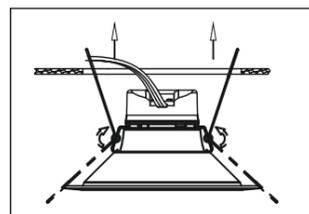

Рис. 4
- 7.5. Поднимите фиксирующие пружины вверх и поместите светильник в соответствующее отверстие в потолке (Рис.4).